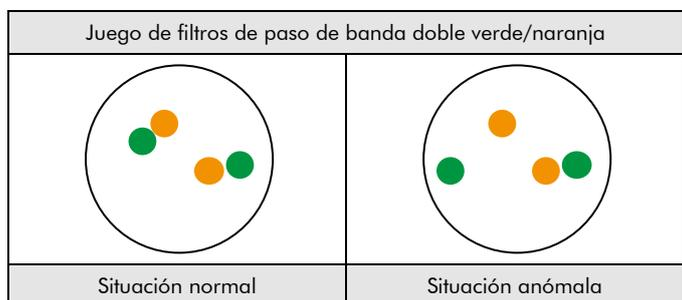

Fig. 2: Resultados previstos en núcleos normales y anómalos
**Situación normal:** En las interfases de células normales o células sin una translocación que afecte a la región del gen FOXO1, aparecen dos señales de fusión verdes o naranjas (ver Fig. 2).
**Situación anómala:** Una región del gen FOXO1 afectada por una translocación se indica mediante una señal verde independiente y una señal naranja independiente (ver Fig. 2).